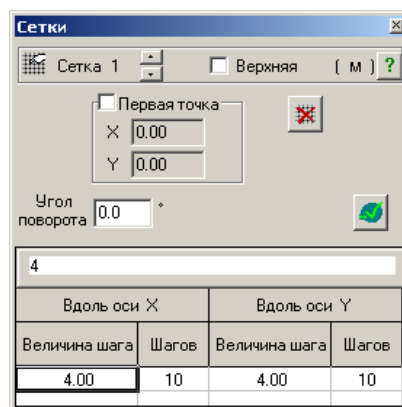

Рис.11.2.1. Окно диалога **Сетки**
- В окне диалога **Сетки** (рис. 11.2.1) выполните следующие действия: